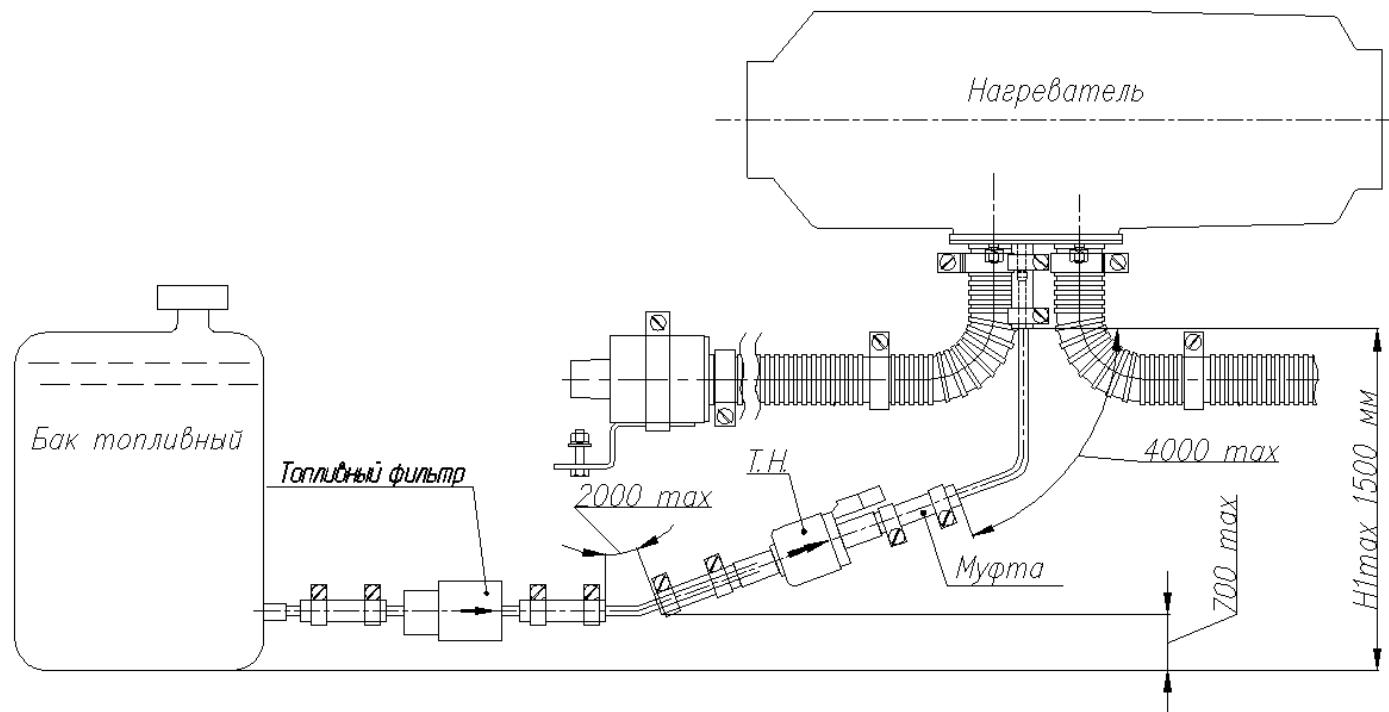

Рис.7 Схема монтажа топливной системы отопителя
Отопитель работает независимо от автомобильного двигателя. Питание электроэнергией осуществляется от аккумуляторной батареи автотранспортного средства. Топливная система отопителя подключается к топливной системе автомобиля или отопитель подключается к индивидуальному топливному баку, схема топливной системы приведена на рис.7 и рис.8.
- топливную трубку нагревателя предпочтительней располагать выше максимального уровня топлива в топливном баке (см. рис. 7, рис. 8);
Схемы относительного расположения топливного бака, топливного насоса и нагревателя показаны на рис.7 и рис.8.